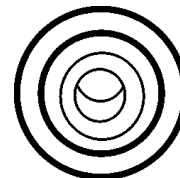

Figure 41. Témoin de préchauffage
3. En fonction de la température du liquide de refroidissement (par temps froid), le témoin de préchauffage (Figure 41) s'allume (**ON**) et reste allumé jusqu'à ce que le cycle de préchauffage soit terminé. Après l'achèvement du cycle de préchauffage, le témoin s'éteint (**OFF**) et le moteur démarre automatiquement.